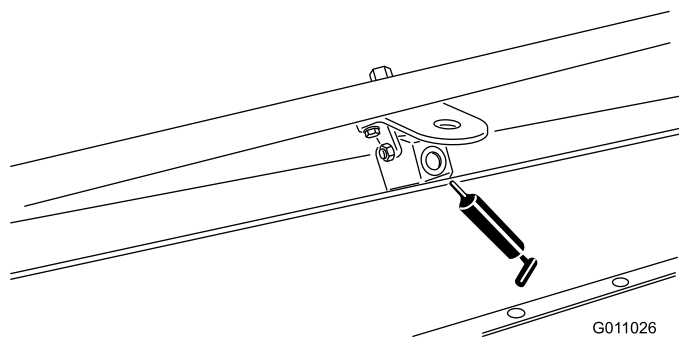

Figura 33
- Perno della spazzola (2) (Figura 33).